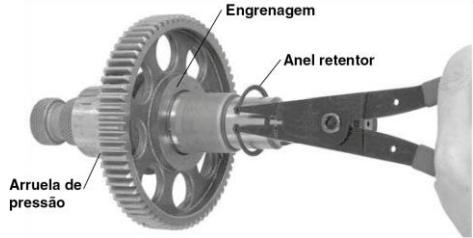

Figura 19 – Remoção do anel retentor
5. Remova o anel retentor do eixo de acionamento e deslize a engrenagem para fora (veja a Figura 19).